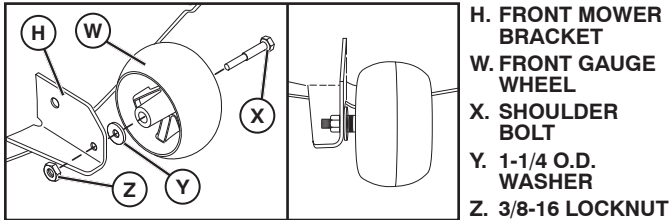

Fig. 23
## 2. ASSEMBLE FRONT GAUGE WHEEL (W) TO FRONT OF MOWER (See Fig. 23)